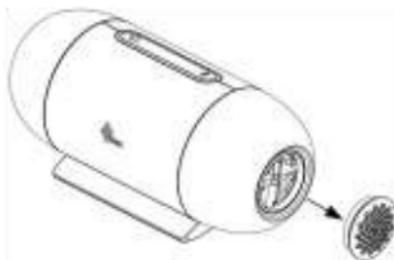

Fig. 18-1
- (1) Ouvrez le capuchon du filtre à air pour retirer le filtre à air.
- (2) Placez le nouveau filtre à air dans la zone du filtre, puis replacez correctement le capuchon du filtre, comme indiqué à la Fig. 18-1.